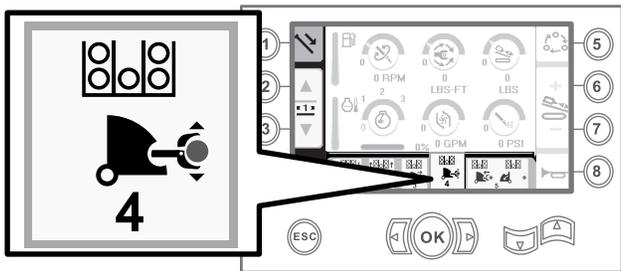

Figura 34
8. Suelte el interruptor basculante para continuar con el paso siguiente de la secuencia (Figura 34).